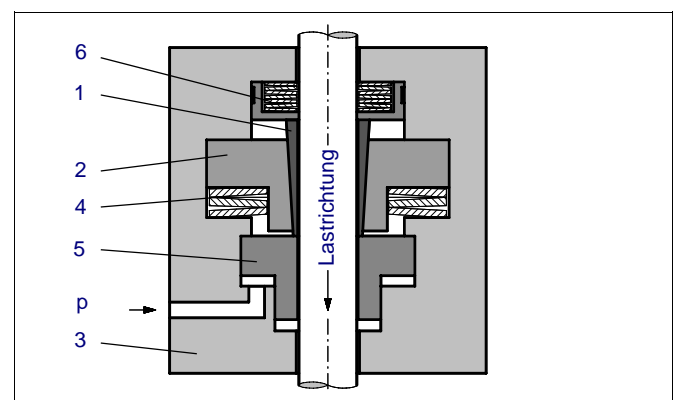

Abb. 1: Aufbau Sicherheitsbremse KSP (gelöster Zustand)
Das Klemmsystem besteht, wie in Abb. 1 gezeigt, aus einer Klemmbuchse (1) mit Außenkonus und einer Klemmhülse (2) mit Innenkonus. Diese ist im Gehäuse (3) verschiebbar gelagert und wird durch die Federn (4) an einen Anschlag (5) gedrückt. Im gelösten Zustand hält der Ringkolben (5) durch Druckbeaufschlagung die Klemmbuchse gegen die Kraft der Tellerfedern (6) außer Eingriff, so dass sich die Stange in beiden Richtungen frei bewegen kann.